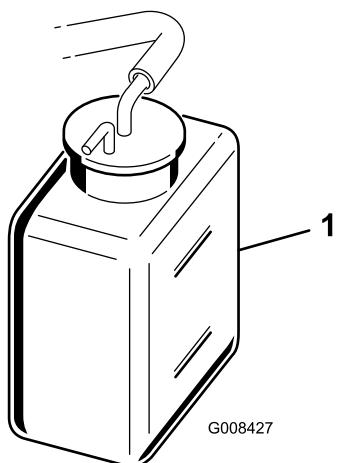

Figura 38
2. Verifique o nível do líquido de arrefecimento do motor (Figura 37 e Figura 38).